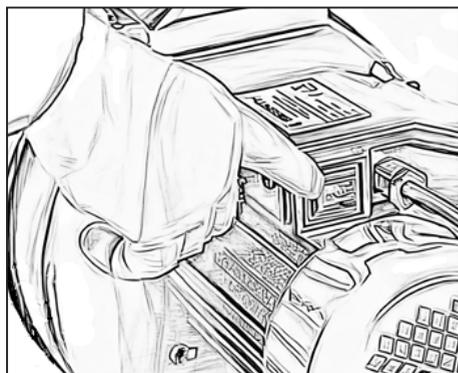

Fig. 6
- Zet de aan/uit-schakelaar op "ON". (Fig. 6)